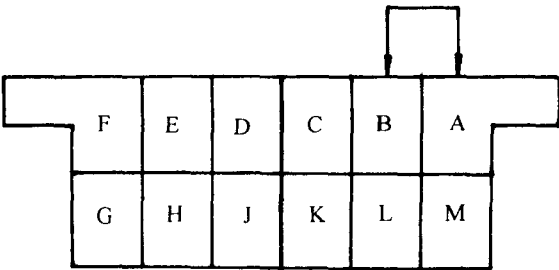

图 1 故障自诊断插座
1.5L，单顶置凸轮轴，直列 4 缸，发动机采用单点汽油喷射（TBI）系统（也叫节流阀体汽油喷射系统）。该系统采用进气压力传感器间接检测进气空气量。该车具有与美国通用公司的鲁米娜（Lumina）等车类似的 12 孔故障自诊断插座（图 1），该故障自诊断插座位于驾驶室内副驾驶员右下侧隔板转角处。当发动机电子控制系统有故障时，仪表板上的故障指示灯“Service Engine Soon”亮起。
- ①断开点火开关；
- ②用导线将故障自诊断插座上的 A、B 两孔连接起来（如图 1）；
- ③将点火开关置于“ON”位置，但不启动发动机；
- ④根据仪表板上故障指示灯“Service Engine Soon”的闪烁规律读取故障代码。